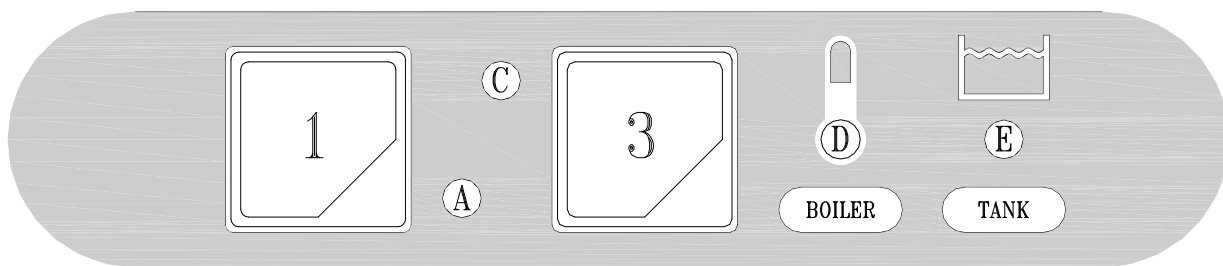

Fig. 3-2
- A riempimento avvenuto, aprire la porta (I) e introdurre il detersivo (ca. 2 gr. per litro di capacità della vasca). Inserire il cesto (L) carico e chiudere la porta (I). A questo punto premere il pulsante START (3) (almeno per 2 secondi) e avrà inizio il ciclo di lavoro visualizzato dalla lampada spia (C): la fine del ciclo coincide con lo spegnimento di questa spia. Per spegnere la macchina si dovrà disinserire l'interruttore (1) portandolo nella posizione (0) spia (A) spenta. (fig.3-2+3-3).
**N.B.:** Non è possibile avviare il ciclo di lavaggio fino a quando la spia (E) non sarà accesa.
*E' consigliato avviare il ciclo di lavoro quando la spia del boiler (D) sarà spenta, come indicato al punto 3.2 Messa in funzione giornaliera.*
- When the water intake cycle is complete, open the door (I) and add detergent (about 2 g. per litre of tank capacity). Position the full basket (L) and close the door (I). Now press the START button (3) (at least for 2 seconds) and the wash cycle displayed by light (C) will start. When the cycle is over, this light goes out. To turn off the appliance, turn the switch (1) to 0. Light (A) indicates the appliance is off (fig.3-2+3-3).
**N.B.:** It is not possible to start a washing cycle till the warning light (E) is off.
*It is recommended to start a work cycle when the boiler warning light (D) is off, as indicated at point 3.2 - Daily Start Up.*
- Nach erfolgter Füllung die Tür (I) öffnen und das Spülmittel einfüllen (ca. 2g/l Fassungsvermögen des Spülbehälters) Den gefüllten Geschirrkorb (L) einsetzen und die Tür (I) schließen. Nun die START-Taste (3) mindestens 2 Sekunden lang drücken, und das Spülprogramm beginnt, die Kontrollampe (C) leuchtet auf und am Programmende erlischt die Kontrollampe. Um das Gerät auszuschalten, muß der Schalter (1) auf die Position 0 gestellt werden, die Kontrollampe (A) erlöscht (fig.3-2+3-3).
**N.B.:** Solange die Kontrollampe (E) nicht aufleuchtet, kann der Spülgang nicht gestartet werden.
*Es wird empfohlen den Arbeitsgang zu starten, erst wenn die Kontrollampe vom Boiler (D) erlöscht ist, wie in Abschnitt 3.2 "Tägliche Inbetriebnahme" angegeben.*
- Lorsque le remplissage est terminé, ouvrir la porte (I) et verser le détersif (environ 2 g pour chaque litre remplissant la cuve). Introduire le panier (L) plein et fermer la porte (I). A ce stade, presser le bouton-poussoir START (3) (au moins 2 secondes) et le cycle de fonctionnement commencera, visualisé par la lampe-témoin (C). La fin du cycle coïncide avec l'extinction de ce voyant. Pour arrêter la machine, il faudra débrancher l'interrupteur (1) en le ramenant sur la position 0: lampe-témoin (A) (fig.3-2+3-3).
**N.B.:** Il n'est pas possible de commencer le cycle de lavage jusqu'à quand la lampe-témoin (E) n'est pas allumée.
*Il est conseillé de commencer le cycle de travail quand la lampe-témoin (D) sera éteinte, comme indiqué au point 3.2 – Mise en Marche.*
- Después del llenado, abra la puerta (I) y vierta el detergente (2 gramos aproximadamente por litro de capacidad de la cuba). Introduzca el cesto (L) carga y cierre la puerta (I). Pulse ahora START (3) (al menos durante 2 segundos) para arrancar el ciclo de trabajo: se enciende la luz testigo (C), que se apagará al final del ciclo. Para apagar la máquina desconecte el interruptor (1): posición 0, luz testigo (A) apagada (fig.3-2+3-3).
**N.B.:** No es posible empezar el ciclo de lavado hasta que el piloto (E) no se enciende.